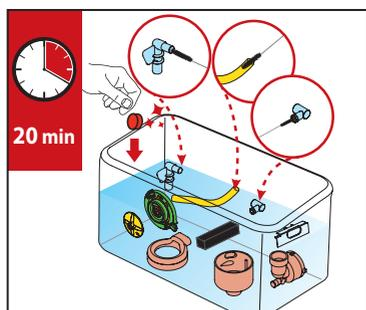

Fig. 1
1. Collocare tutti i componenti di miscelazione in un recipiente contenente acqua calda e un detergente approvato per parti in contatto con alimenti, quindi lasciare in immersione per circa 20 minuti (vedere la fig. 1).